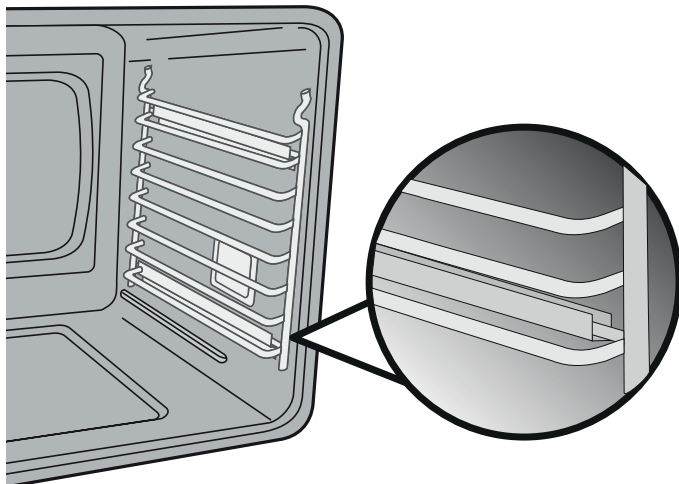

Figure 11 : Échelle de support des grilles
1. Placer l'échelle avec ses crochets vers le haut dans les supports situés sur les parois du four (voir la Figure 11).